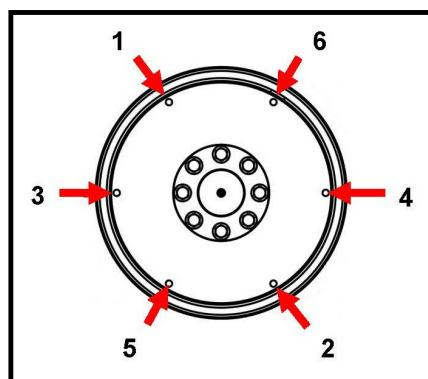

РИС. 22. ПОСЛЕДОВАТЕЛЬНОСТЬ КРЕПЛЕНИЯ
10. Затяните болты, прикрепляющие диск муфты к маховику, в соответствии с последовательностью, приведенной в Рис. 22 на стр. 43.